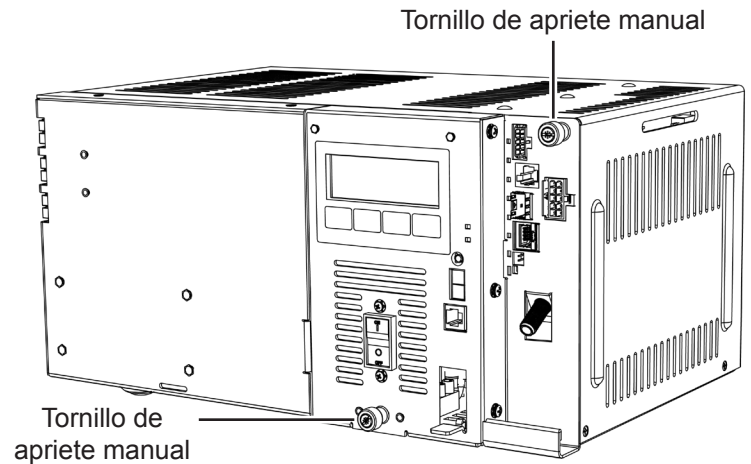

Fig. 2-14, Lugares de ubicación de los tornillos del Módulo Inversor
1. Para acceder al Terminal de Voltaje de Salida, quite el Módulo Inversor quitando el tornillo que fija el módulo (consulte la Fig. 2-14, página siguiente).
1. Afloje los tornillos de apriete manual que aseguran el Módulo Inversor y el Módulo de Comunicaciones (consulte la Fig. 2-14). Retire el Módulo Inversor.